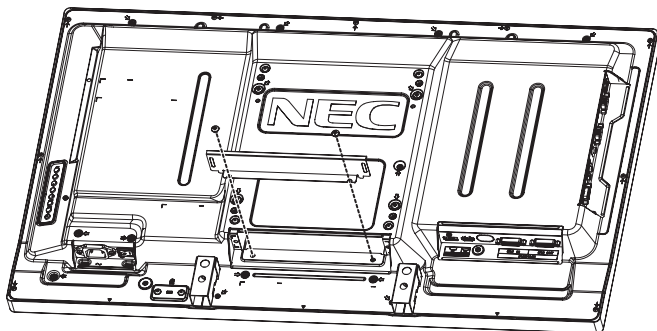

Figura 1
3. Afloje los tornillos para extraer la cubierta acoplada de la ranura (**Figura 1**).